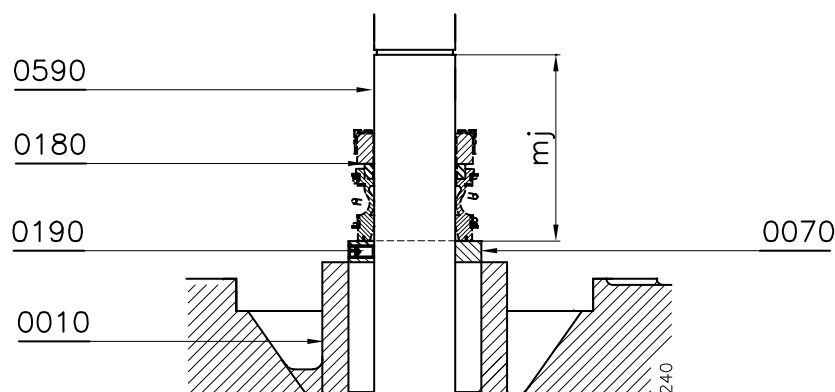

Bild 17: Inställningsmått mj.
- 1 Montera justeringen (0060) och lås denna med ställskruven (0280), se bild 17. För rätt avstånd **mj**, se värdena i nedanstående tabell: